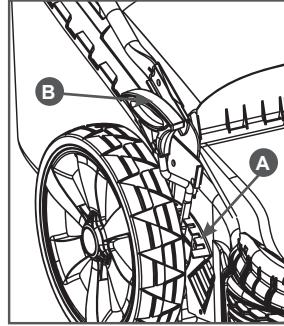

Рис. 13 Регулировка высоты кошения
Для изменения высоты кошения, измените положение рычага регулятора (B) следующим образом (Рис. 13).
1. Выведите рычаг (B) из зацепления с сектором регулятора (A).